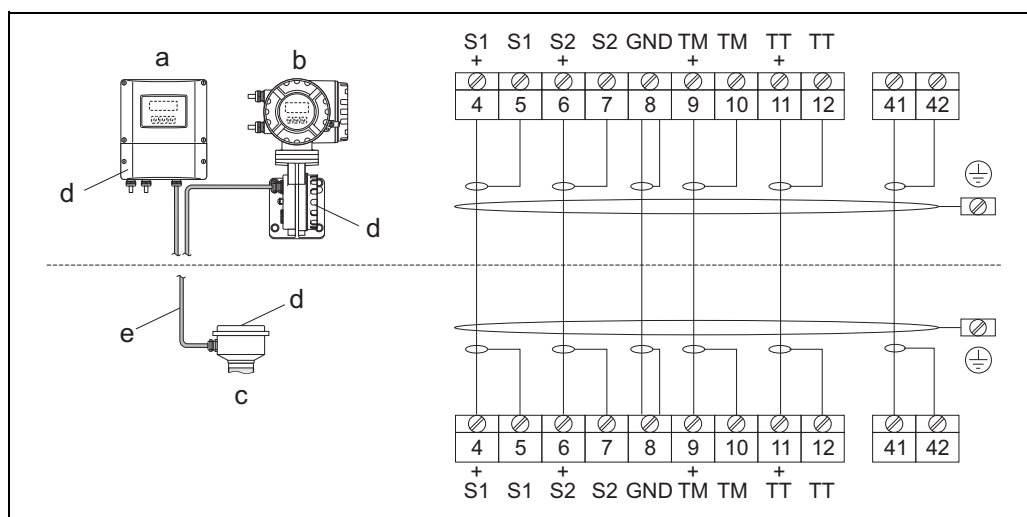

Fig. 17: Raccordement de la version séparée
3. Procéder au câblage entre le capteur et le transmetteur selon schéma électrique (voir Fig. 17 ou schéma de raccordement dans le couvercle à visser).